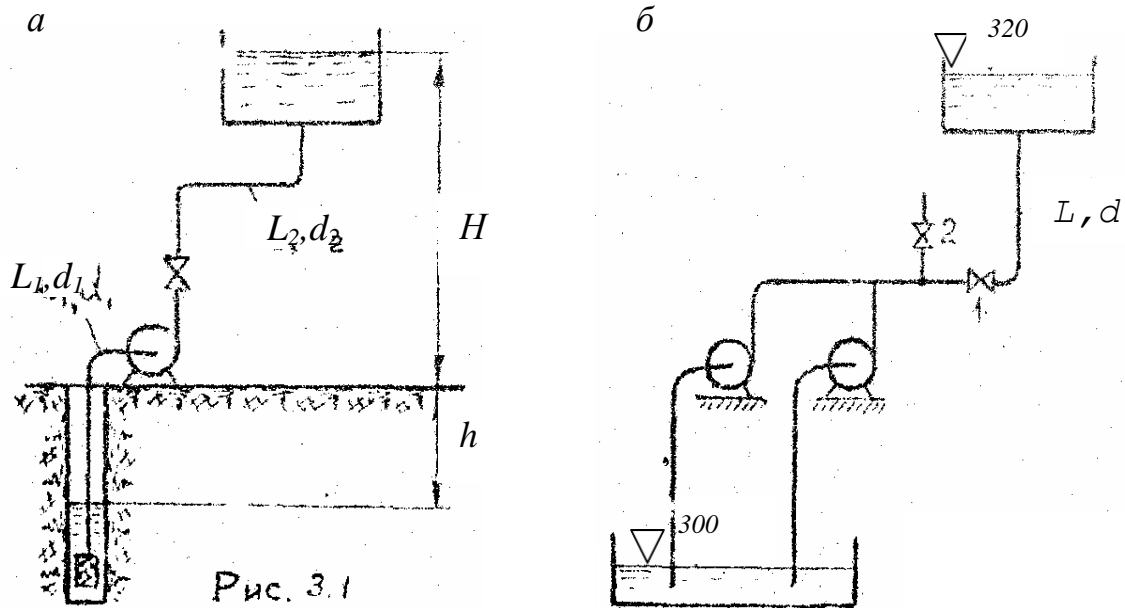

Рис. 7.1.
**Задание 2.** Центробежная установка (рис.7.1, б ), состоящая из двух одинаковых насосов, характеристика каждого из которых дана в табл.3.2.1. забирая воду из водоема с относительной отметкой уровня +300 м питает резервуар с отметкой +320 м. Длина напорного трубопровода  $l$  , а его диаметр  $d$  . В случае переполнения резервуара установка работает на аварийный водопровод (автоматически закрывается задвижка 1 и открывается задвижка 2) и должна обеспечить расход  $Q_A$  при напоре на станции  $H_A$  . При расчетах принять коэффициент гидравлического трения  $\lambda = 0,02$  , а местные потери и общие потери во всасывающих и соединительных трубах принять равным 10% от потерь по длине в нагнетательном трубопроводе. Частота вращения вала насоса  $n$  , об/мин.